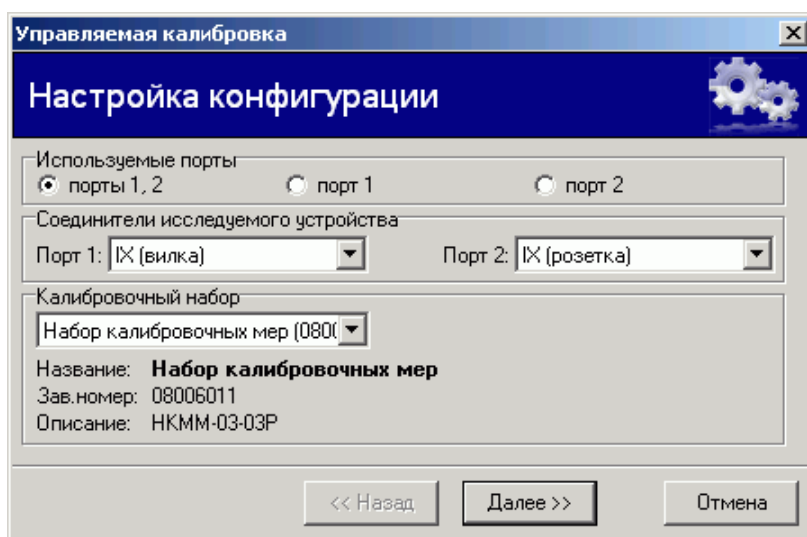

Рисунок 2.5 – Первый шаг мастера управляемой калибровки
Поле со списком в группе "Калибровочный набор" мастера управляемой калибровки (рисунок 2.5) позволяет выбрать набор для предстоящей калибровки. В списке отображаются только те наборы, которые имеют в своём составе меры с соединителями, совпадающими с соединителями ИУ.
Появится диалоговое окно мастера управляемой калибровки (рисунок 2.5). При необходимости задайте соединители ИУ и набор калибровочных мер. В группе "Используемые порты" выберите радио-кнопку "порты 1, 2" и нажмите кнопку "Далее". Мастер калибровки отобразит диалоговое окно следующего шага калибровки.
- Шаг 2. Выберите пункт меню "Калибровка \ Управляемая калибровка". Появится диалоговое окно мастера управляемой калибровки (рисунок 2.5). При необходимости задайте соединители ИУ и набор калибровочных мер. В группе "Используемые порты" выберите радио-кнопку "порт 1" или "порт 2" и нажмите кнопку "Далее". Мастер калибровки отобразит диалоговое окно следующего шага калибровки.
- Шаг 2. Выберите пункт меню "Калибровка \ Управляемая калибровка". Появится диалоговое окно мастера управляемой калибровки (рисунок 2.5). При необходимости задайте соединители ИУ и набор калибровочных мер. В группе "Используемые порты" выберите радио-кнопку "порты 1, 2" и нажмите кнопку "Далее". Мастер калибровки отобразит диалоговое окно следующего шага калибровки.